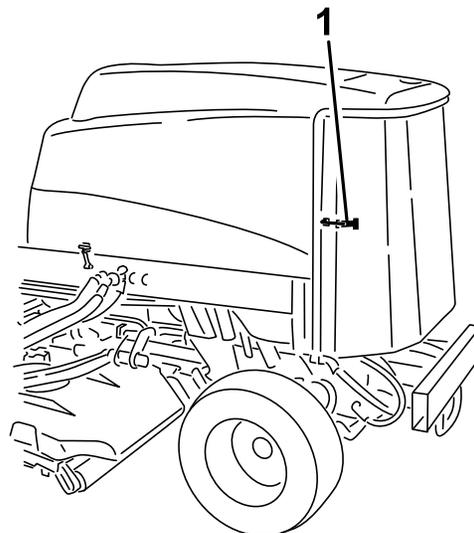

Figura 71
2. Destranque e abra o painel traseiro (Figura 71).